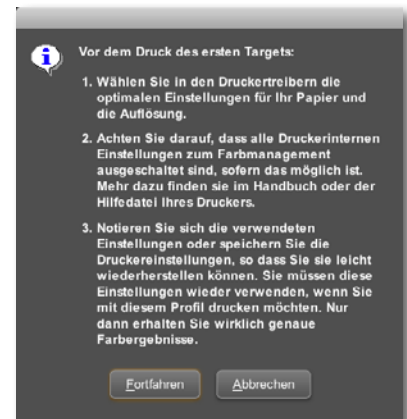
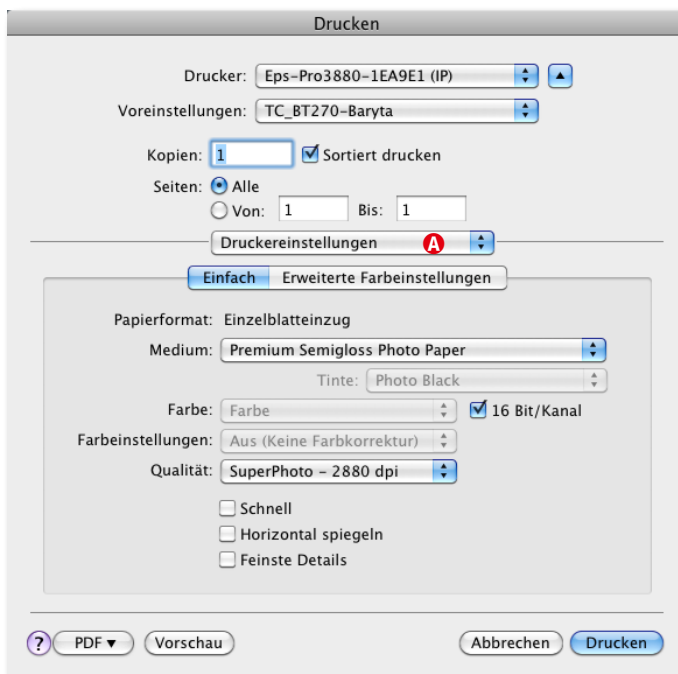

Abb. 3-33: Eine kurze Erklärung, was nun zu tun ist.
Abb. 3-34:
- Es erscheint nun – nach einer kurzen Erklärung (Abb. 3-33) – der Druckdialog des Betriebssystems. Er sollte bereits weitgehend richtig konfiguriert sein (Abb. 3-34).
Nach dem Klick auf *Drucken* erscheint erneut der Druckertreiberdialog des Betriebssystems, wie wir ihn schon aus Abbildung 3-34 kennen. Achten Sie darauf, dieses Mal die genau gleichen Treibereinstellungen wie beim Druck des ersten Targets zu verwenden. Im Idealfall haben Sie die Einstellungen unter einem beschreibenden Namen beim ersten Druck abgespeichert und können sie nun wieder abrufen.